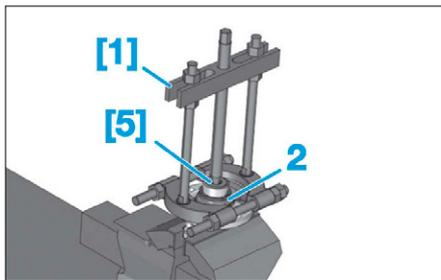
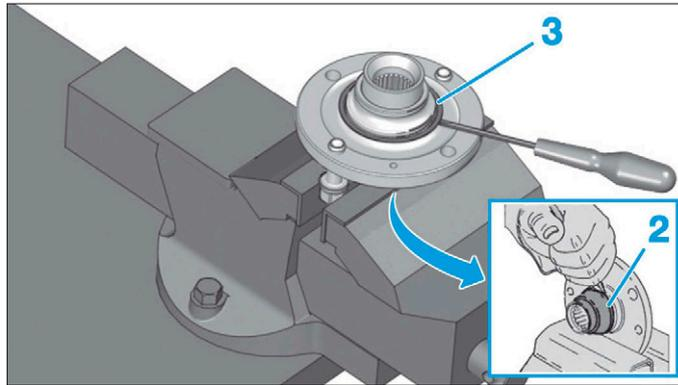

FIG. 42
FIG. 41
- Déposer le cache-poussière (3) du roulement à l'aide d'un tournevis (Fig.41).
- Ecarter la cage intérieure du roulement (2) de la surface du moyeu à l'aide d'un burin.
- Positionner les outils [5] et [1] (Fig.42).